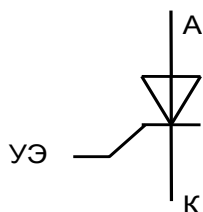

Рис. 6.8
**Триодные тиристоры**, обычно называемые просто **тиристорами** (рис. 6.8), имеют четыре слоя **р-п-р-п**, один из которых соединен с внешним управляющим электродом (УЭ). Это позволяет приводить цепь катод (К)/анод (А) тиристора в открытое состояние напряжением управления, подаваемым между управляющим электродом и катодом. Будучи открытым, тиристор сохраняет проводящее состояние, даже когда напряжение на управляющем электроде выключается. Цепь катод-анод